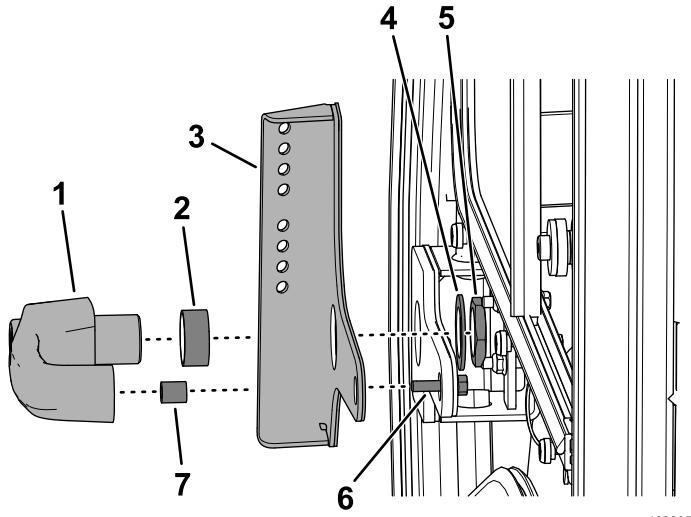

Рисунок 4
- Установите дверную ручку при помощи приклеенного крепления зеркала и снятых ранее крепежной гайки, шайбы, болта с фланцевой головкой (6 x 25 мм) и 2 прокладок (Рисунок 4).